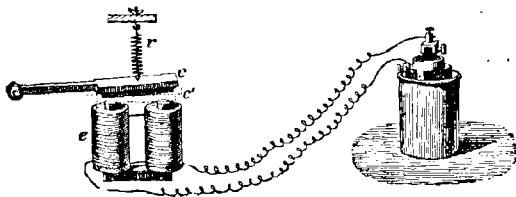

Fig. 137.
3. Mais le fluide qui passe d'une manière permanente dans un circuit formé par deux fils ou par un seul fil et la terre, est peu propre par lui-même à produire des signaux. Il est donc nécessaire de tirer du courant des effets variés que l'on puisse combiner de façon à satisfaire aux besoins de la correspondance la plus complète. On y parvient en interrompant le passage du fluide pour le rétablir ensuite, et en disposant les choses pour que ces alternatives donnent naissance à un mouvement de va-et-vient plus ou moins rapide. A cet effet, on place dans le circuit, à chaque station, un électro-aimant *e* (fig. 137) qui devient aimant